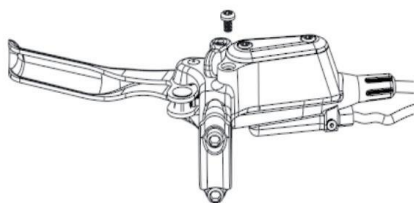
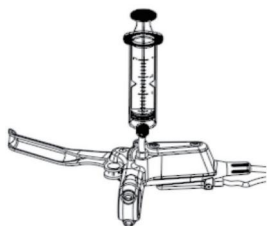

Figure 5-1 Retirez la vis de remplissage d'huile du frein à disque
Figure 5-2 Insérez le raccord de remplissage d'huile dans le corps du frein à disque
- ① Tout d'abord, placez le réservoir d'huile de frein à disque parallèle au sol, puis utilisez une clé Torx T15 pour retirer la vis d'étanchéité du réservoir d'huile et vissez le mamelon d'huile M6 (comme indiqué sur la figure 5-1).
- ② Placez le tuyau transparent sur l'extrémité supérieure de la buse d'admission d'huile M6 et connectez l'autre extrémité du tuyau au tuyau en plastique.
- ③ Utilisez le tuyau transparent connecté à la seringue d'admission d'huile pour absorber une quantité appropriée d'huile de frein du réservoir de stockage d'huile. Assurez-vous qu'il n'y a pas de bulles dans le tuyau, puis placez-le dans la buse d'admission d'huile du corps principal (comme indiqué sur la figure 5-2)